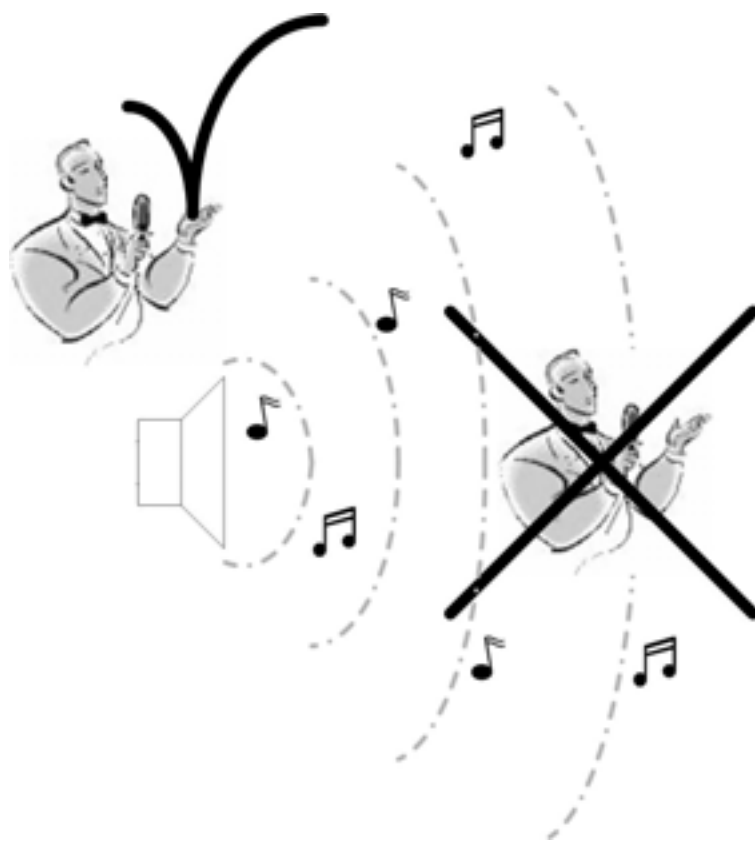

Fig. 2
- The microphone is switched ON and OFF via the switch (1).
- Place the microphone in a way that it doesn't cause feedback. It is recommended to position the microphone at the same level or behind the speakers (fig. 2)
- Mettez le microphone sous et hors tension au moyen du commutateur (1). Mettez le commutateur sur ON pour la mise sous tension et sur OFF pour l'arrêt.
- Placez le microphone de façon à éviter l'effet larsen. Il est recommandé de placer le microphone à côté ou derrière les haut-parleurs (Fig. 2).